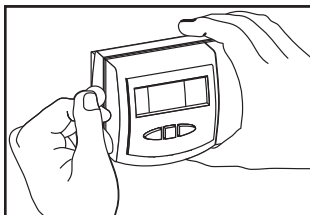

Figura 3
4. Retire la cubierta utilizando una moneda o un destornillador (Figura 3). Déjela aparte.